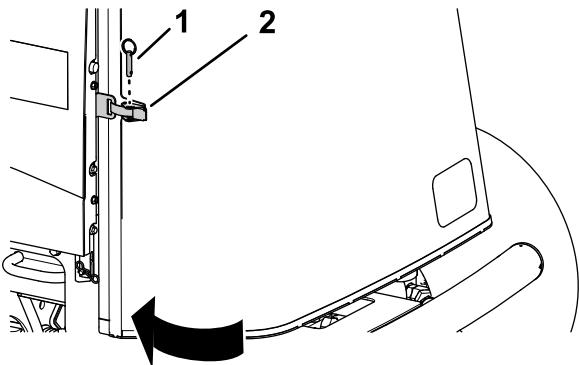

Bild 96
1. Schließen und verriegeln Sie das Gitter (Bild 96).